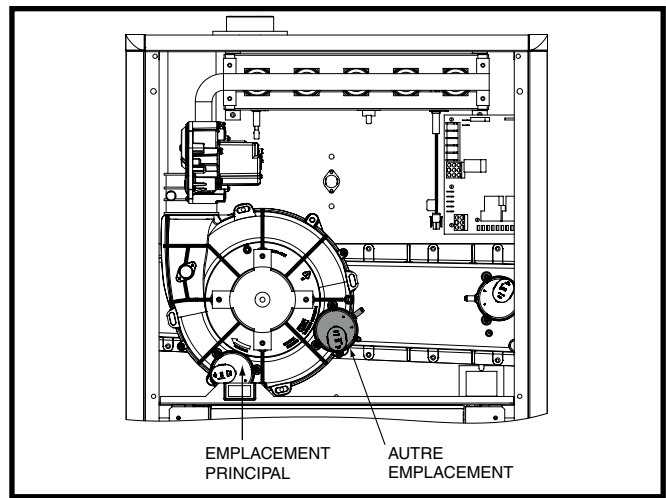

Figure 17. Autre emplacement du pressostat
- Étiqueter et débrancher les tubes et les fils du pressostat (Figure 17 \(page 17\)).